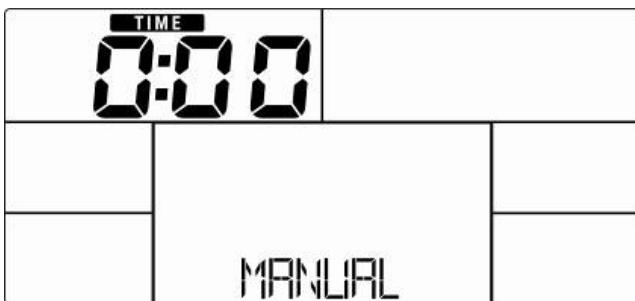

Abb. 8
- TIME (Trainingszeit, Abb. 8)